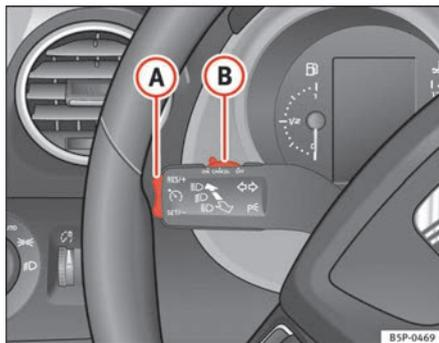

Fig. 148 Levier des clignotants et de l'inverseur codes : commandes du régulateur de vitesse
- Déplacez la commande ⇒ fig. 148 (B) vers la gauche pour la régler sur **ON**.